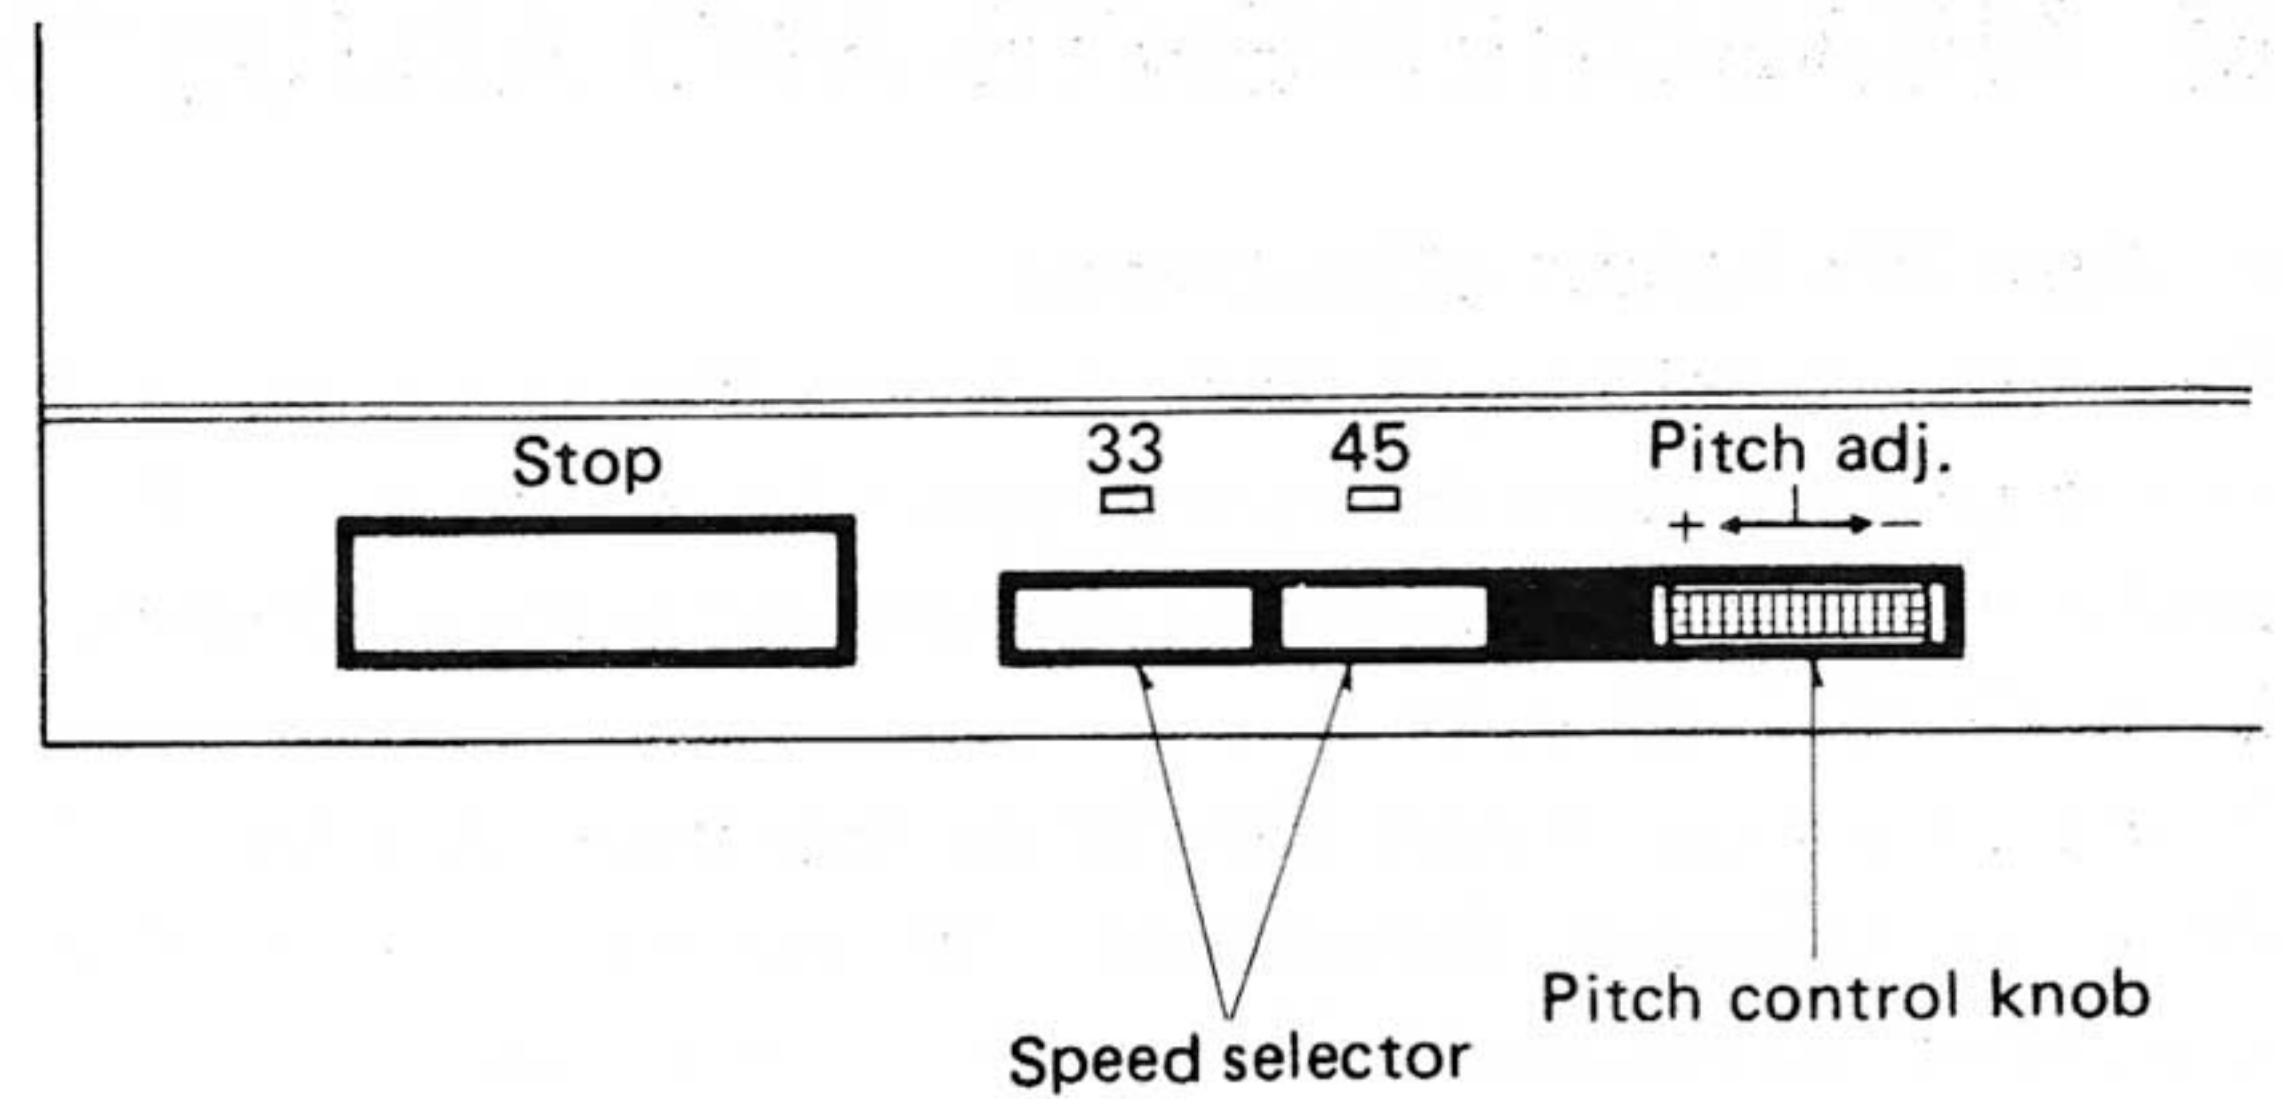

Fig. 13
5. Turn the pitch control knob to central position. (See Fig. 13)
(Abb. 13)
5. Den Drehzahl-Feineinsteller in die Mittelstellung stellen. (Siehe Abb. 13)
5. Tourner la manette de réglage d'écart sur la position centrale. **(Voir Fig. 13)**